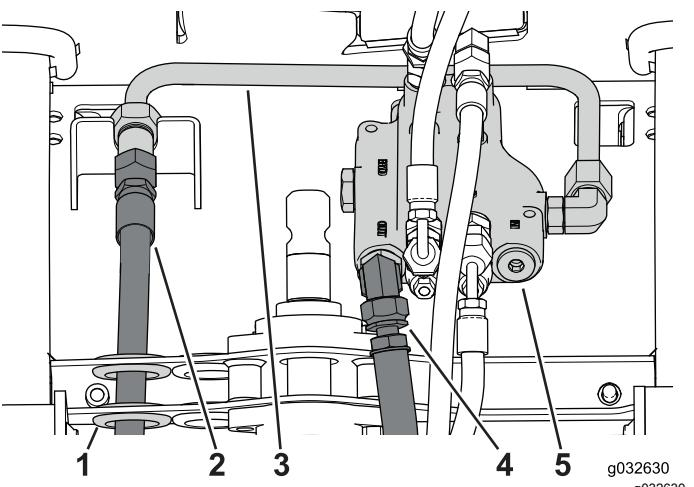

Figure 106
1. Placez un bac de vidange suffisamment grand sous le distributeur (Figure 106).
2. Débranchez le flexible d'alimentation du raccord du tube et tirez-le hors du trou (Figure 106).
- Débranchez le flexible de retour du distributeur (Figure 106).